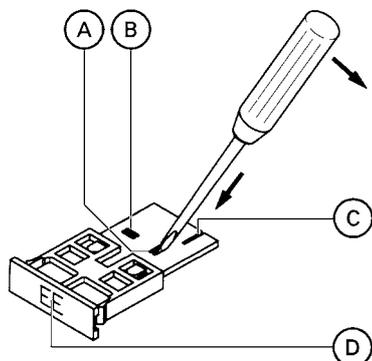

Abb. 19
Am Kesselcodierstecker muß je nach verwendeter Brennstoffart bzw. Betriebsart des Brenners eventuell eine Änderung nach Abb. 19 vorgenommen werden:
2. Wenn das Ausbrechen eines Steges erforderlich ist, siehe Abb. 19.